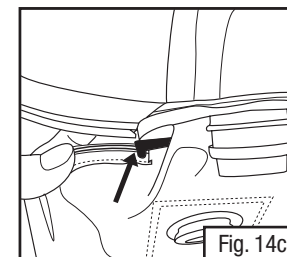

Fig. 14c
- Tome el empaque negro del recubrimiento y jale para exponer la orilla del empaque donde se encuentre con el elástico (Fig. 14c). Alinee la orilla del empaque con la orilla en la ranura en el casco. Presione el empaque con firmeza adentro de la ranura en pequeñas secciones, alrededor del recubrimiento. Empezar en un extremo, alrededor en una sola dirección. Al alcanzar el extremo de la ranura en el casco en el otro lado desde donde inició, el empaque en el recubrimiento puede extenderse un poco más allá de la orilla de la ranura, lo cual es aceptable, pero es crítico que ambos canales del empaque estén totalmente insertados en la ranura.